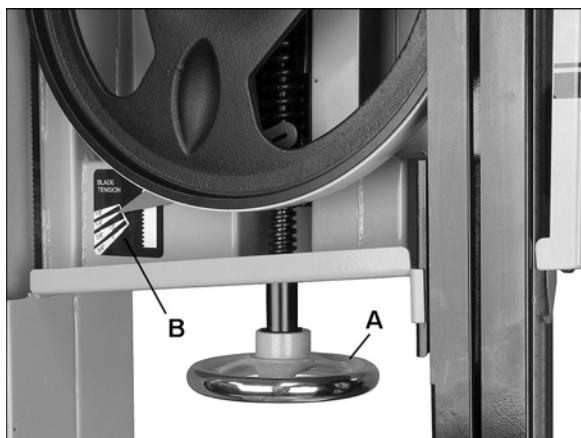

Рис. 20.
5. Поворачивайте маховик натяжения (A, Рис. 20) пока указатель (B) не будет расположен на отметке шкалы, равной ширине установленного пильного полотна.